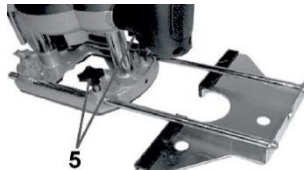

Рисунок 4
2.3.6 Паралельний (бічний) упор (рисунок 4) дозволяє виконувати прямолінійне фрезерування пазів на обрану відстань від краю деталі паралельно до контуру оброблюваної деталі.